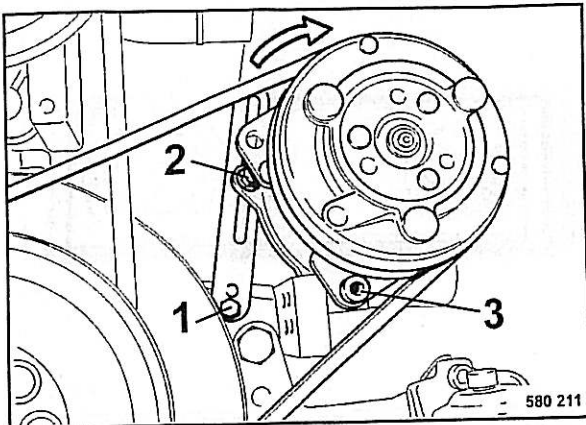

Fig. 99
- Soltar ligeramente los tornillos de fijación 1, 2 y 3 (Fig. 99).